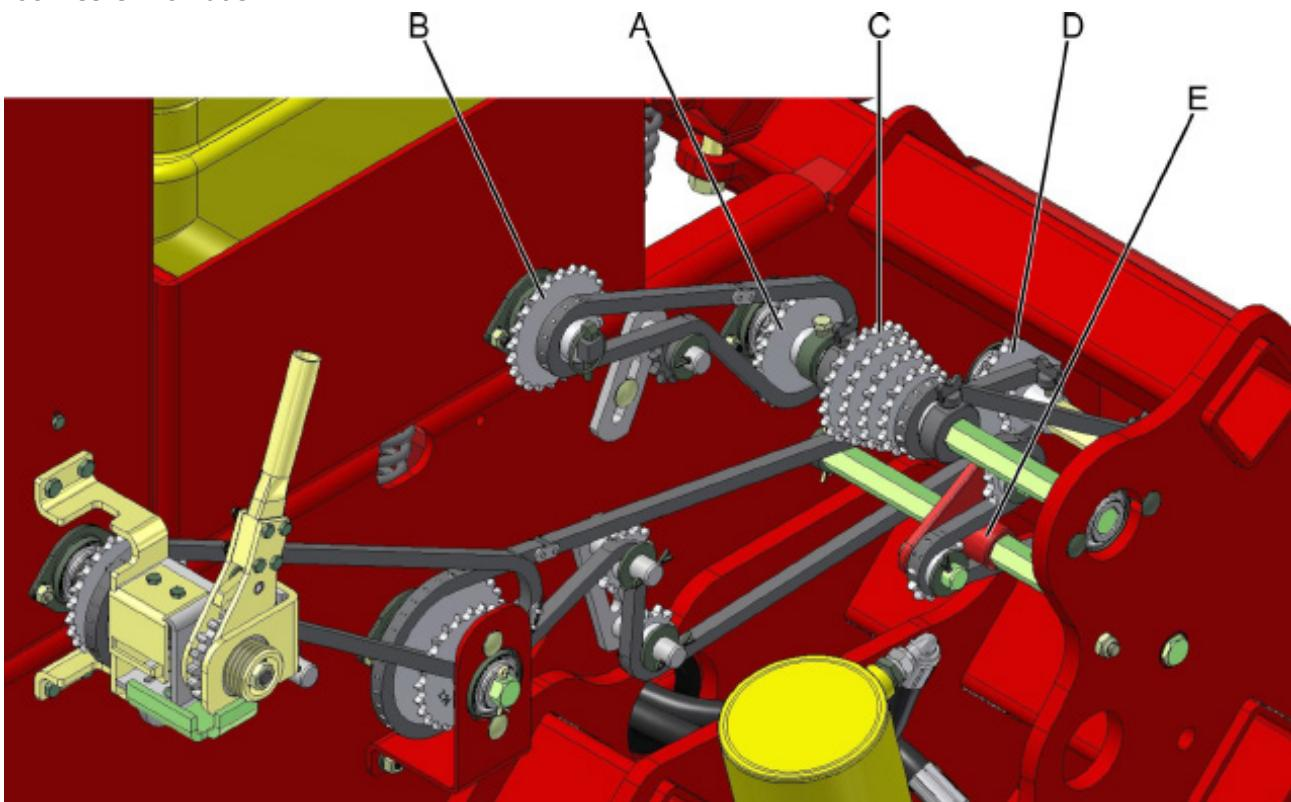

fig. 14
A regulagem da quantidade de fertilizante em Kg/ha é realizada através do intercâmbio de rodas dentadas motrizes (A) (fig. 14) e rodas dentadas movidas (B), do “pinheirinho” movido (C) e motriz (D).